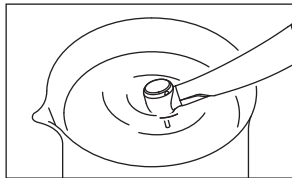

Fig. 6
- 3) Ligue a turbina e mergulhe metade da cabeça no copo com água (Fig. 6).